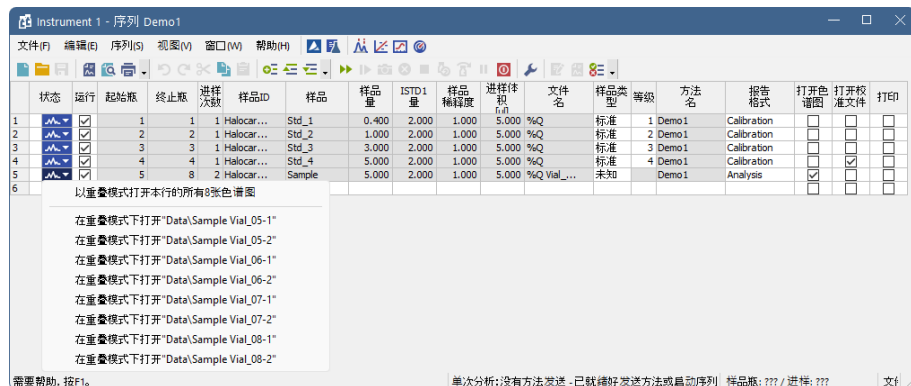

图16: 重叠模式下打开色谱图
- 已经完成运行的行的状态将从绿色字段()更改为带有小色谱图的图标()。运行过程中，图标是橙色的。如果从这一行得到色谱图，则图标中将出现一个小三角形 。鼠标左键点击三角形将会显示打开色谱图的选项。您可以点击色谱图的名称去打开色谱图或选择所需要重叠的色谱图来打开这些色谱图，如图所示第27页第 **图16**。